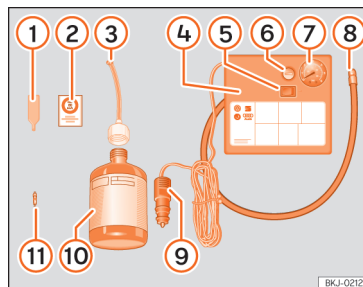

Fig. 201 Representação standard: conteúdo do kit antifuros.
O kit antifuros está localizado na bagageira, por baixo do revestimento do piso. Inclui os seguintes componentes »» Fig. 201:
- Desenrosque a proteção e o obus da válvula do pneu. Utilize o aparelho »» Fig. 201 ① para retirar o obus. Coloque-o numa superfície limpa.
- Agite com força a garrafa de vedante de pneus »» Fig. 201 ⑩.
- Enrosque o tubo de enchimento »» Fig. 201 ③ na garrafa de vedante. O selo da garrafa partir-se-á automaticamente.
- Remova o tampão do tubo de enchimento »» Fig. 201 ③ e enrosque a extremidade aberta do tubo na válvula do pneu.
- Volte a colocar o obus com o aparelho »» Fig. 201 ① na válvula do pneu.
- Enrosque o tubo de enchimento do pneu do compressor »» Fig. 201 ⑧ na válvula do pneu.
- Verifique se o parafuso de evacuação de ar está fechado »» Fig. 201 ⑥.
- Ligue o conector »» Fig. 201 ⑨ a uma tomada de corrente de 12 volts do veículo »» Página 191.
- Ligue o compressor de ar com o interruptor ON/OFF »» Fig. 201 ⑤.
- Cole o autocolante »» Fig. 201 ② no painel de instrumentos, dentro do campo visual do condutor.
»» Fig. 201  e verifique a pressão no manómetro .